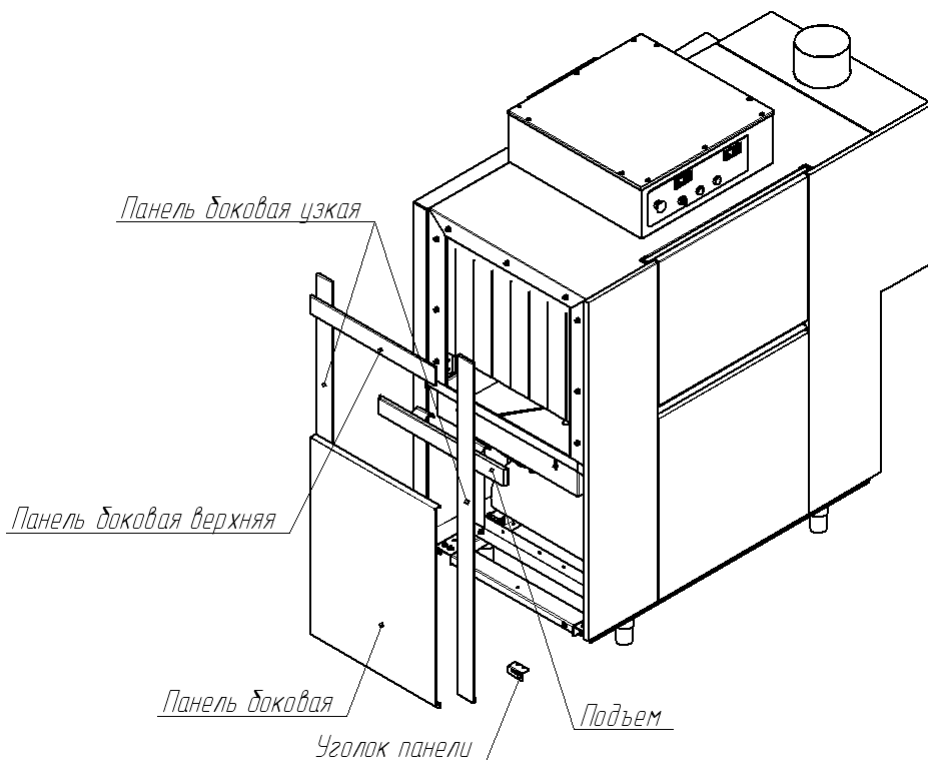

Рисунок 2 – Демонтаж панелей с машины посудомоечной
5.4.1 Со стороны расположения блока сушки, на выходе корзин, необходимо снять с посудомоечной машины следующие детали (рис. 2):